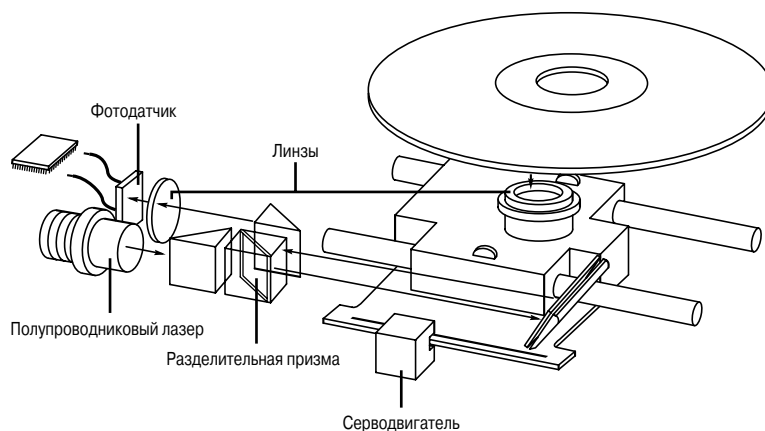

Рис. 13.3. Структура накопителя CD-ROM
1. Полупроводниковый лазер (рис. 13.3) генерирует маломощный инфракрасный луч, который попадает на отражающее зеркало.